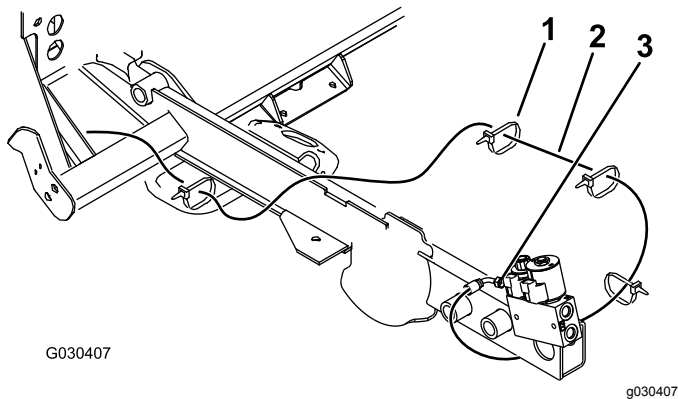

Figura 20
8. Encaminhe o tubo comprido sob a estrutura do radiador, sobre o elemento transversal e ao longo da calha, até à válvula (**Figura 20**).
9. Prenda o tubo comprido com quatro braçadeiras de cabos (**Figura 20**).